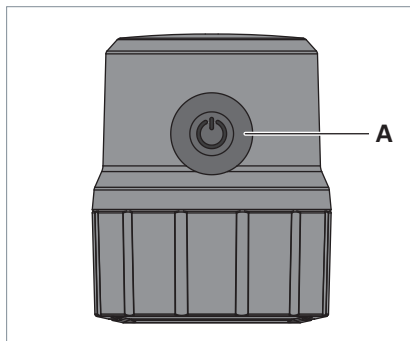

Fig. 6: Tasto.
- ▶ Per accendere e spegnere l'apparecchio, premere il tasto **A** posizionato sul lato superiore della testa dell'apparecchio d'illuminazione, vedi Fig. 6.